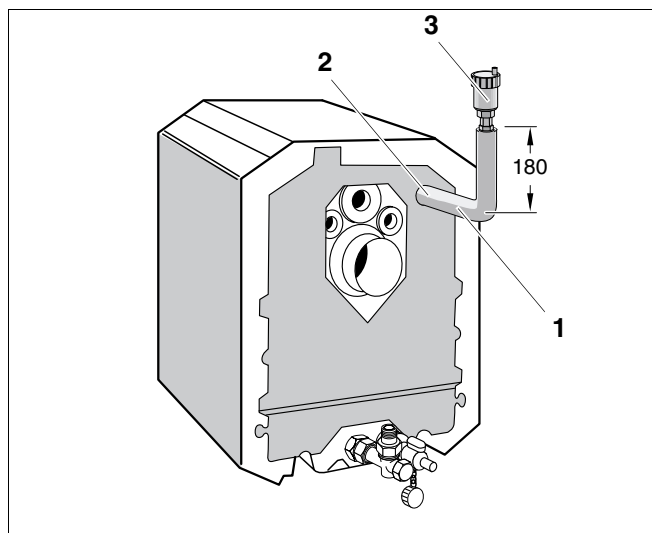

Fig. 22 Sikkerhetsturledning med utluffer
Vi anbefaler å utstyre kjelens sikkerhetsturledning (fig. 22, **pos. 2**) med et kjelsikkerhetssett (tilbehør) eller en utluffer (fig. 22, **pos. 3**, tilbehør).